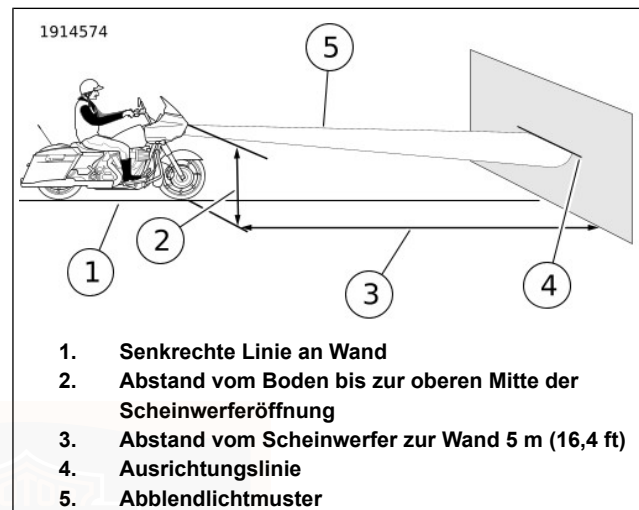
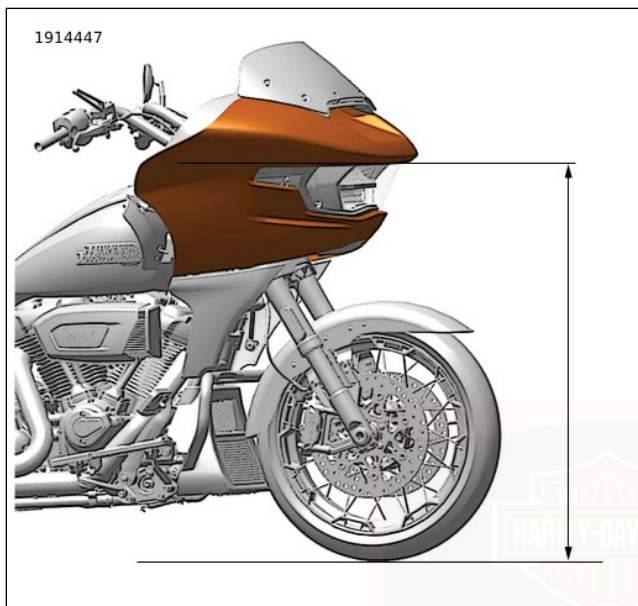

Abbildung 131. Rahmenmontierte Verkleidung: Scheinwerferausrichtung
Abbildung 132. Rahmenmontierte Verkleidung: Vom Boden bis zur oberen Mitte der Scheinwerferöffnung
- b. Siehe Abbildung 131 und Abbildung 132. **Rahmenmontierte Verkleidung:** Den Abstand vom Boden bis zur oberen Mitte der Scheinwerferöffnung messen und den angezeigten Abstand **abziehen**.
- b. Siehe Abbildung 131. Die Einstellschraube im oder gegen den Uhrzeigersinn drehen, um das Abblendlichtmuster (5) des Scheinwerfers nach oben oder unten zu verstellen, bis der obere Teil des Lichtstrahls auf die Ausrichtungslinie (4) trifft.